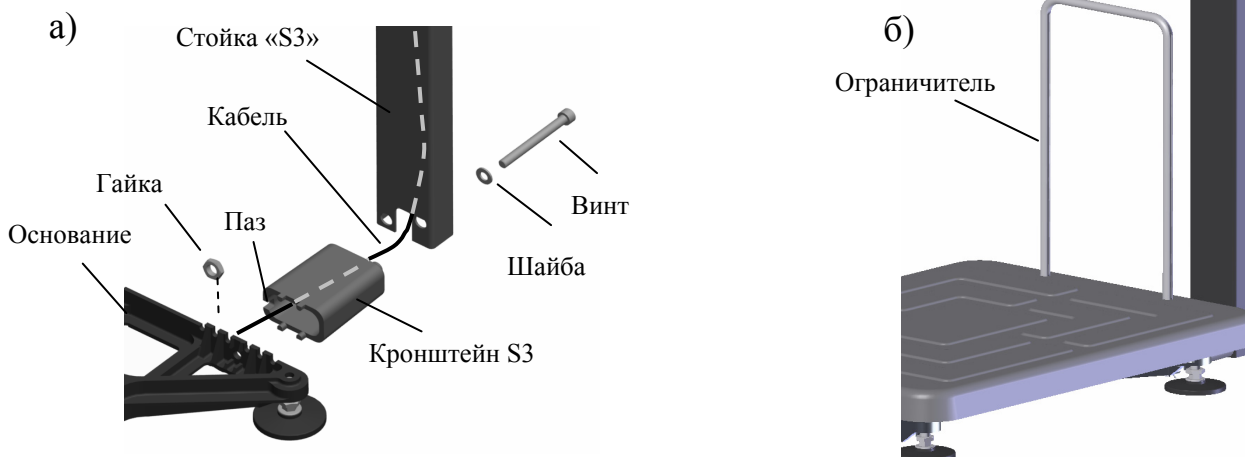

Рис. 5.2 - Крепление прямоугольной стойки к модулю ТВ-S_
- Протянуть кабель через кронштейн и стойку (см. Рис. 5.2 а);
- Вложить в винт M8x130 шайбу 8. Вставить винт в отверстие стойки и пропустить его сквозь стойку, кронштейн (положение паза кронштейна см. на Рис. 5.2 а) и основание модуля. Стянуть винт гайкой M8.
- Плотно вставить в отверстия платформы ограничитель (Рис. 5.2 б).